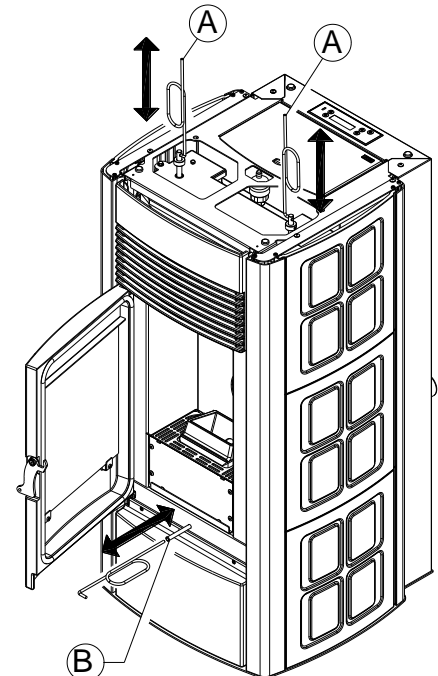

Figura 15 – Limpieza del haz de tubos interno mediante rasquetas (EGO-STAR)
- **Limpie el haz de tubos** – Utilizando la mano fría suministrada, sacuda enérgicamente 5-6 veces las barras situadas bajo el top (**A** en la figura 15). Esta operación elimina el hollín depositado en los conductos de humos del intercambiador durante el funcionamiento normal de la estufa.
- **Limpie el compartimento conductor de humos Estufas EGO-STAR (Figura 15)**
– Abra la puerta, enrosque la mano fría a la barra de la rasqueta **B** (**B** en la figura 15) y sacúdala enérgicamente 5-6 veces en toda su longitud. Desenrosque la mano fría y vuelva a introducir la barra **B** completamente en su alojamiento. De esta manera se ayuda al ventilador a expulsar las acumulaciones de hollín que se hayan podido formar durante la limpieza del haz de tubos (tras sacudir las barras "A" se debe usar siempre la rasqueta "B").